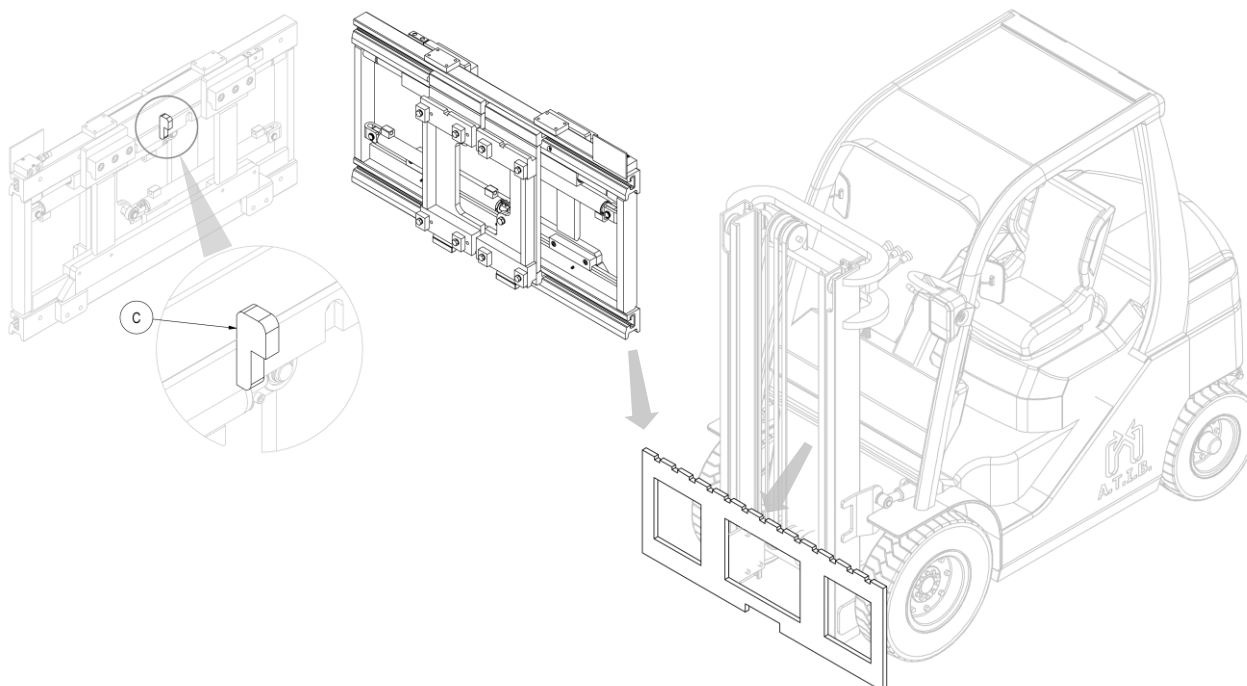

Figura 11
6. Enganche el implemento desde el punto de agarre superior con un puente grúa colóquelo en la placa porta horquillas, teniendo cuidado de encajar el diente de centrado C en la muesca central de la placa (mira *Figura 11*).